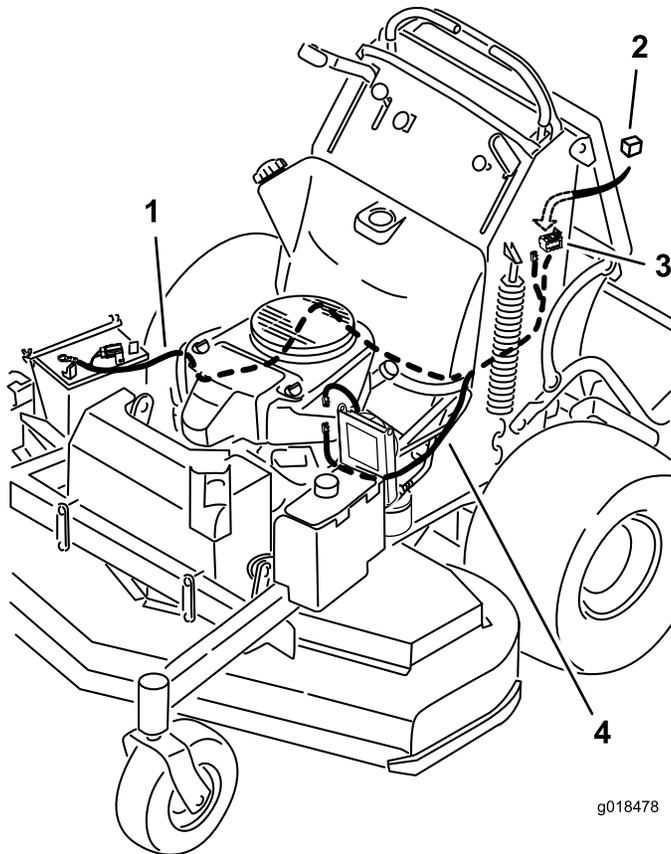

Figure 23
15. Acheminez l'autre extrémité du faisceau de câblage jusqu'à la batterie (Figure 23) et (Figure 33).